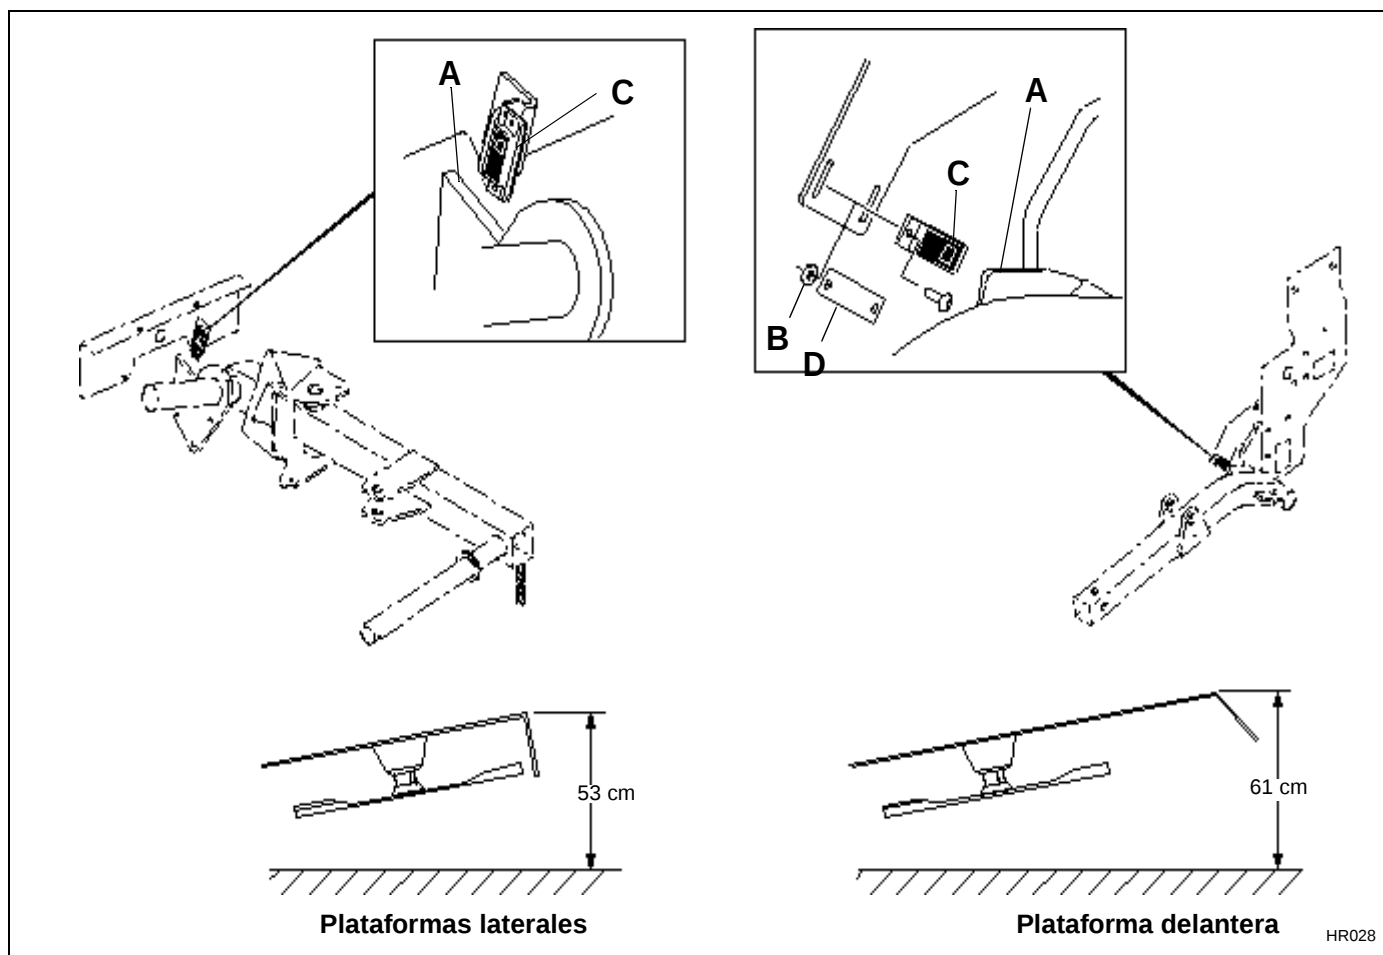

Figura 4K
2. Arrancar el tractor y levantar o bajar las cubiertas hasta que el punto más alto en la esquina superior de las cubiertas llegue a la altura indicada en la Figura 4K.
4. Colocar el interruptor para que la zona del sensor (C) esté centrada sobre el borde delantero (A) de la placa del activador en el brazo de elevación.
5. Ajustar la holgura entre la zona de sensor en el interruptor y la placa del activador en el brazo de elevación a to 1,5 - 3 mm. Para ajustar la holgura del brazo de elevación delantero usar calzos (D) o arandelas planas #10 (B) entre el interruptor y la montura del interruptor.